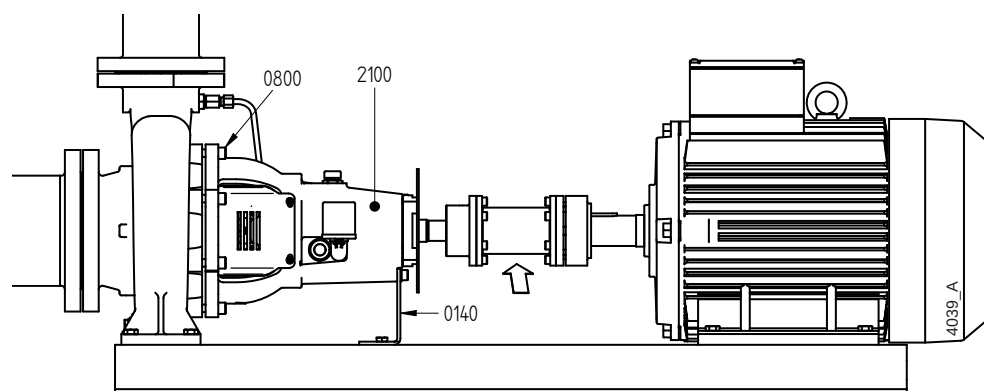

Figura 12: Princípio do sistema Back-Pull-Out.
- 3 Desaperte o suporte de rolamento (0140) da placa de base. Consulte a figura 12.